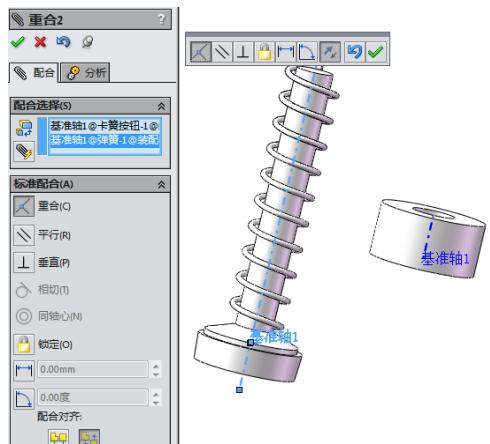

图 7-119 设置配合参数
**06** 选择配合类型。在菜单栏中选择“插入”→“配合”命令，或者单击“装配体”工具栏中的“配合”图标按钮 ，选择弹簧的基准轴和按钮的基准轴，选择配合类型为“重合”，如图 7-119 所示。单击“确定”图标按钮  来应用配合。